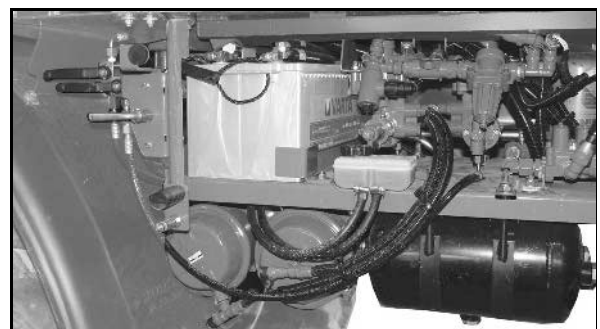

Bild 175
1. Tryck spännrullen (Bild 175/1) med hylsnyckel (Bild 175/3) i pilriktningen tills ett hållstiftet Ø6mm (Bild 175/4) kan fixeras i monteringshålet.
Kilremmen (Bild 175 (2)) är nu spänningsfri.
2. Kilremmen (Bild 175/2) tas av först från den minsta rullen resp. från spännrullen.
4. Lägga på ny kilrem (Bild 175/2).
6. Spänn åter kilremmen med spännrullen och hylsnyckeln (Bild 175/3). Kontrollera att kilremmen ligger korrekt i styrningen.